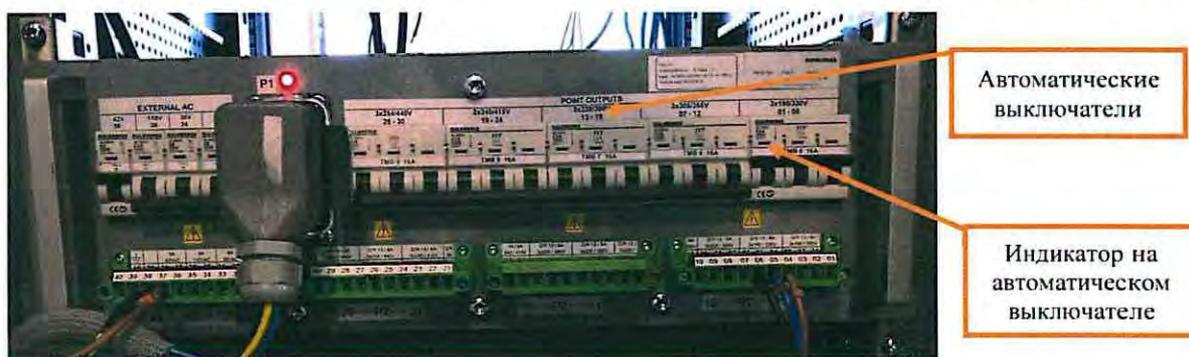

Рисунок 5. Отключение автоматических выключателей.
7.2.3 Отключить автоматические выключатели, при этом зеленая полоска на автоматическом выключателе меняется на красную (Рисунок 5).